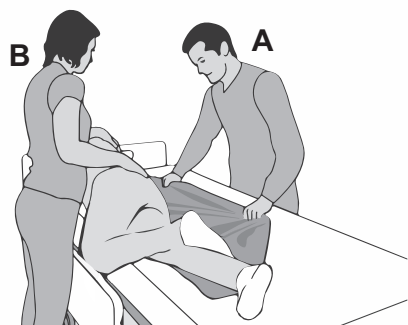

Figure 6
8. (Soignant A) Dépliez le drap de transfert sous le patient pour vous assurer qu'il est placé sous la totalité du corps du patient et redressez-le. **(Voir Figure 6)**